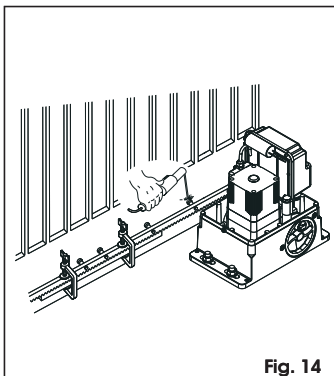

Fig. 14
5. Approcher un autre élément de la crémaillère de l'élément précédent en utilisant, pour mettre en phase la denture des deux éléments, un élément de la crémaillère d'après la Fig. 14.